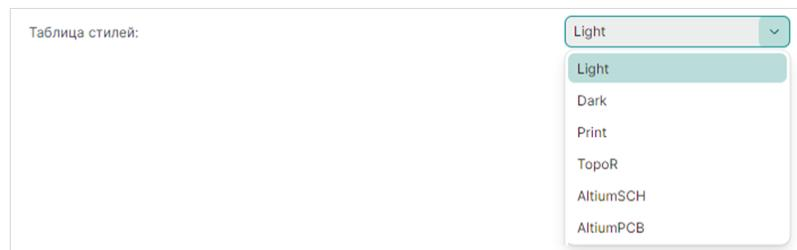

Рис. 82 Выбор таблицы стилей
- «Таблица стилей» – выбор таблицы стилей из списка доступных. Таблицы стилей можно настроить в панели «Стандарты», см. Рис. 82;